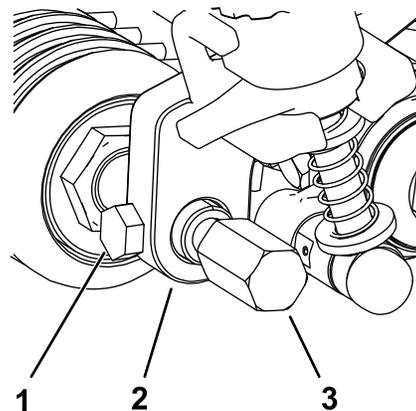

図 21
5. 前ローラのシャフトを左右の刈高ブラケットの中央にセットし、古い刈高アームから外した取り付けねじ2本で固定する 図 21。
6. 前ローラシャフトの左右にグルーマガードを取り付ける 図 21。